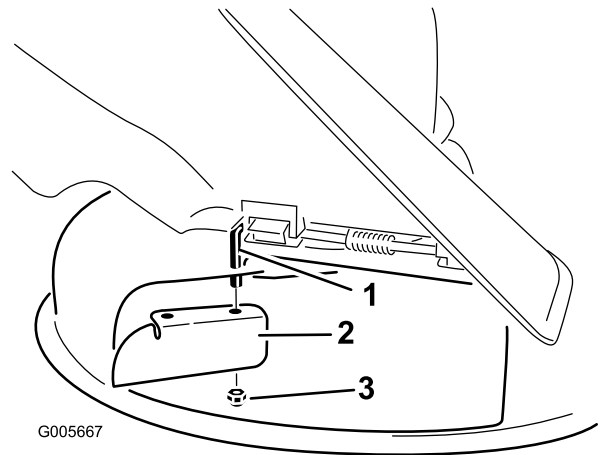

Bild 27
7. Montieren Sie das Versatzablenkblech an der frei liegenden Gelenkstange (Bild 27).
3. Entfernen Sie das Versatzablenkblech vom Mähwerk (Bild 27).